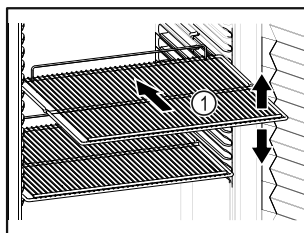

Fig. 71 Vejledende illustration
- Tilpas højden, når bæreristene Fig. 71 (1) kan flyttes.